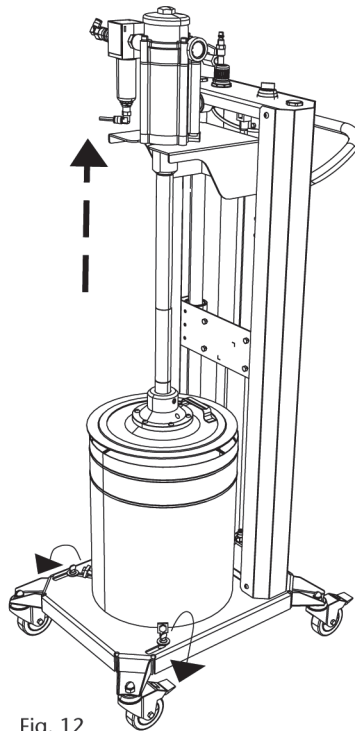

Fig. 12
2. Switch the lifter control to "up" Position. The pump and the follower plate are lifted (fig. 12).
3. Open the pail fasteners (fig. 12).
2. Seleccione la posición "up" en el mando del elevador, para conseguir que tanto la bomba como el plato lleguen a la parte superior (fig. 12).
3. Abra las grapas de fijación del bidón (fig. 12).